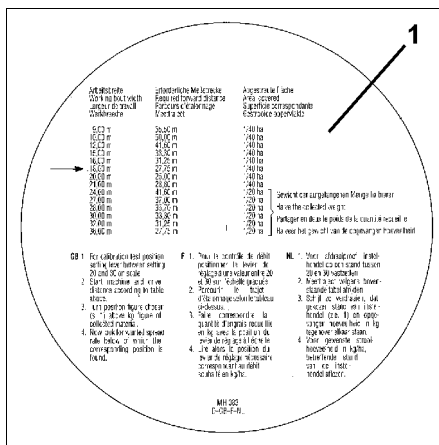

Fig. 36
- Ta den nødvendige **27,75 m** målestrekning for ønsket **18 m** arbeidsbredde og **1/40 ha** dekket flate fra tabellen (Fig. 36/1).